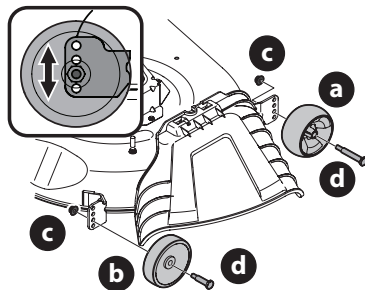

Figura 9
- b. Retire las ruedas delanteras (a) y traseras (b) de la plataforma retirando las tuercas de seguridad con brida (c) y los tornillos con reborde (d) que las sujetan a la plataforma (Figura 9).